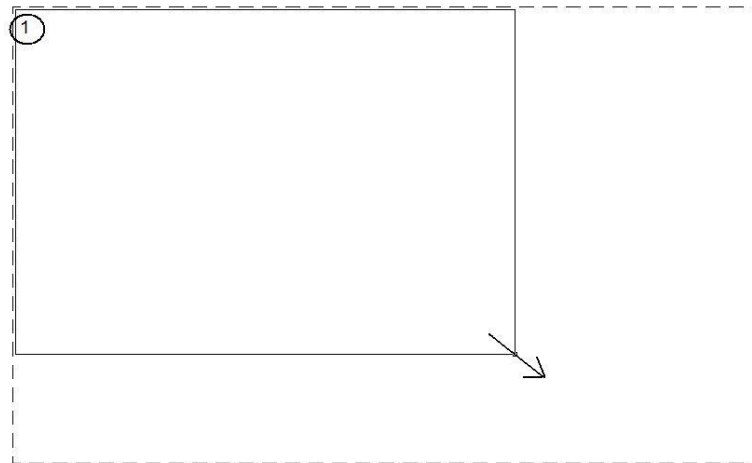

Figura 44 - Construção do Formato
16. Com o comando Single Viewport crie uma janela por toda dimensão da folha branca. Sem ultrapassar os limites da folha pontilhada. Clique no ponto 1 e arraste até a diagonal oposta, conforme figura 44